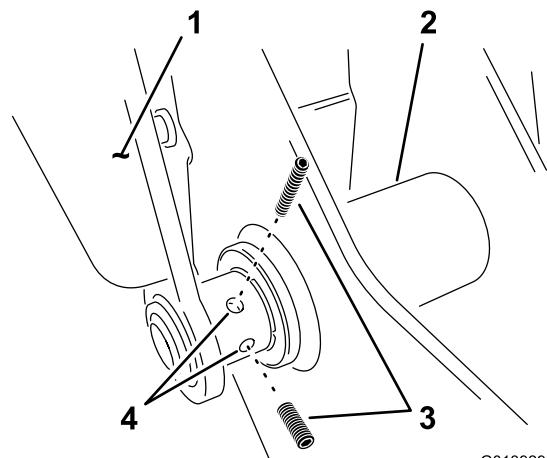

Figura 17
- Instale 2 tornillos de fijación en el brazo izquierdo, en el punto de giro inferior (Figura 17).